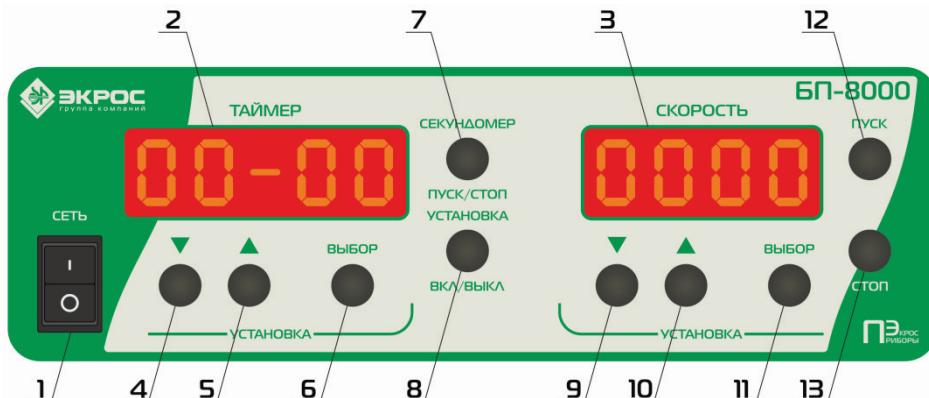

Рисунок 1 - Панель управления
щью органов управления, расположенных на передней панели (Рисунок 1).
- 6.4. На передней панели блока питания расположены органы управления и цифровые десятичные индикаторы (Рисунок 1).
- 7.2.5. Включить блок питания с помощью выключателя сетевого питания 1 СЕТЬ (Рисунок 1), при этом:
- 8.2. Включить блок питания с помощью выключателя сетевого питания 1 СЕТЬ (Рисунок 1), при этом:
8.3.2.1. Выбрать кнопкой 6 ТАЙМЕР→УСТАНОВКА→ВЫБОР (Рисунок 1) разряд индикатора 2 ТАЙМЕР, в котором необходимо изменить его числовое значение.
8.3.3.1. Выбрать кнопкой 11 СКОРОСТЬ→УСТАНОВКА→ВЫБОР (Рисунок 1) разряд индикатора 3 СКОРОСТЬ, в котором необходимо изменить его числовое значение.
8.3.4. Нажать кнопку 8 УСТАНОВКА→ВКЛ/ВЫКЛ (Рисунок 1) для записи в память блока питания значений, установленных
8.4. Включить двигатель, нажав на кнопку 12 ПУСК (Рисунок 1), при этом: